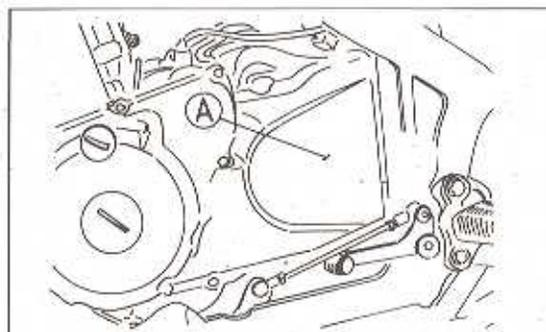

Bild 221
- Die Mutter der Schwingenlagerung entfernen (Bild 221). Die Achse belassen.